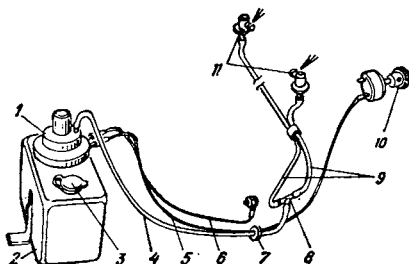

Рис. 139. Смыватель ветрового стекла:
**Смыватель** (рис. 139) предназначен для ускорения очистки ветрового стекла и состоит:
Переключатель 10 (рис. 139) предназначен для управления работой стеклоочистителя и смывателя и расположен на панели приборов справа от спидометра. Вращением по ходу часовой стрелки включается стеклоочиститель, а нажатием на ручку в осевом направлении — смыватель.